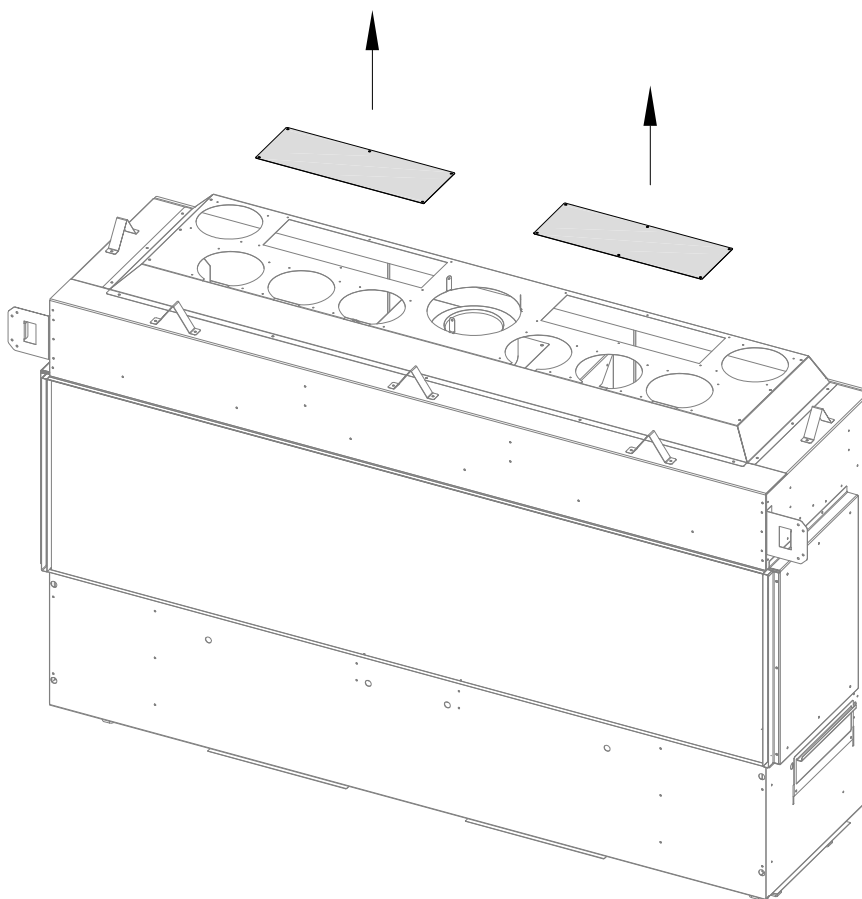

Figure 3.20 - Retrait des couvercles rectangulaires pour la cavité ventilée
1. Retirez les (2) couvercles rectangulaires situés sur le dessus du foyer, tel que montré à la Figure 3.20. Jetez ces (2) couvercles.